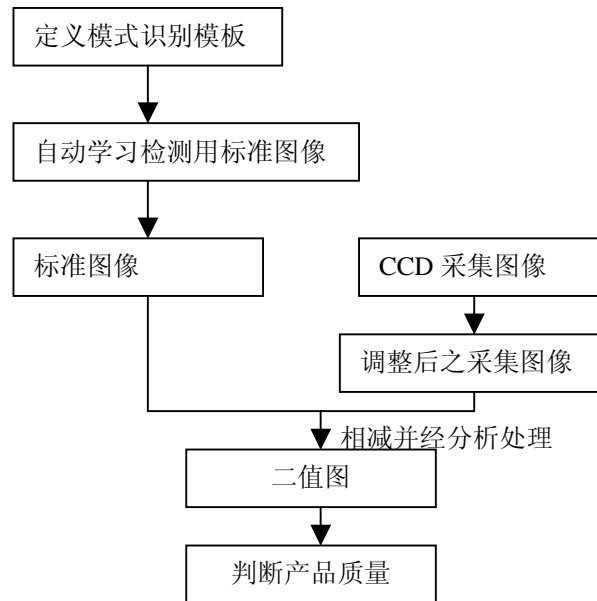

图 1-2 图像处理流
2. 检测方法：本系统的检测方法是采用预先经自学习产生的一系列标准图像与采集的相应图像相减并转换成为二值图的方式，在经一系列的处理之后，得到检测的结果并判断产品的好坏。其流程如图 1-2 所示：